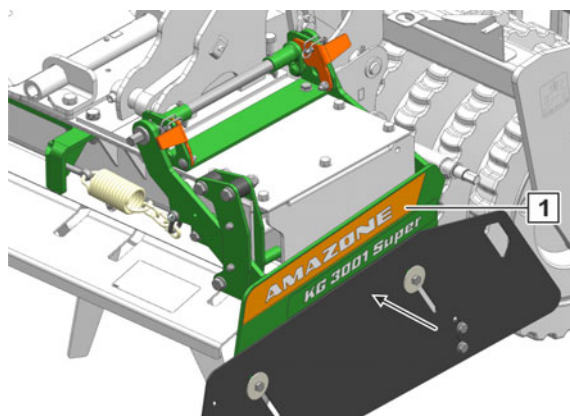

Fig. 152
- La chapa lateral (Fig. 152/1) está inmovilizada en la posición interior.